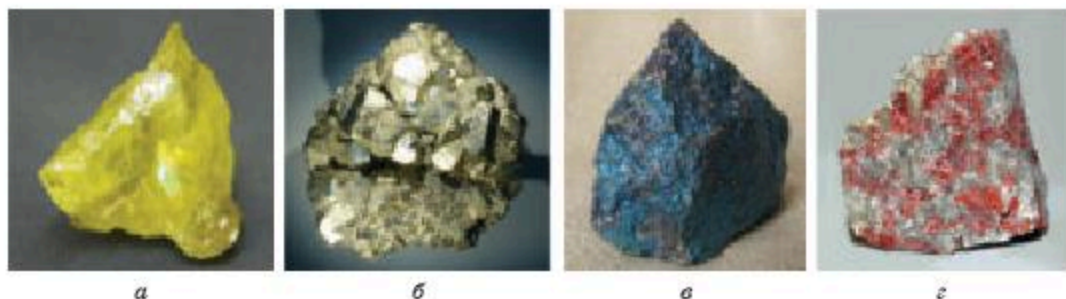

Рис. 55. Сырье для производства серной кислоты:
4. Сульфиды цветных металлов ZnS , Cu_2S (рис. 55).